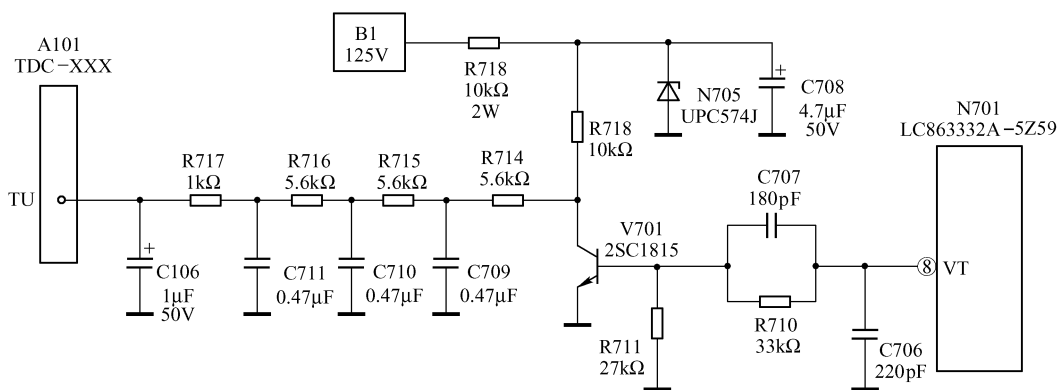

图 2-16 调谐电压控制接口电路
N701 (LC863332A-5Z59) 的⑧脚电路主要用于高频头的调谐电压控制, 以实现搜索电视台的节目信号。其外部接口电路主要由 V701、N705、R714、R715、R716、R717、C709、C710、C711、C106 等组成, 如图 2-16 所示。
在如图 2-16 所示中, N701 ⑧脚是一个具有 14 位二进制调谐数码的输出端, 即具有一定脉冲宽度的 PWM 脉冲输出端。其内接 14 位数/模变换器, 可输出 16384 个电平级, 经 V701 倒相放大后, 成为 30V (峰-峰值) 的 PWM 脉冲。该脉冲再经由 R714、C709、R715、C710、R716、C711 组成的三节积分电路进行低通平滑滤波后, 在 A101 的 TU 端子形成 0~32V 的直流电压。在正常工作时, N701 ⑧脚可输出 5~0V 的变化电压, 同时 V701 集电极输出 0~32V 脉动电压。N701 ⑧脚输出的调谐控制电压由 CPU 自动控制, V701 集电极电压由 B1 (125V) 通过 R718 限流和 N705 稳压提供。因此, 当加到 A101 TU 端子的电压异常时, 应主要检查 N701 ⑧脚输出电压的变化情况和 N705 负极端的电压值是否正常。